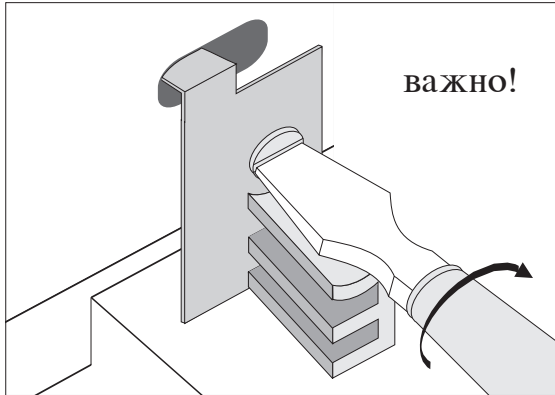

Рис. 5-9 Перекидная защелка для фиксации силового модуля
4. Установите поворотную защелку в фиксированное положение и затяните винт. Не затягивайте винт слишком сильно. См.рис. 5-9.
4. Установите поворотную защелку в фиксированное положение и затяните винт. Не затягивайте винт слишком сильно. См. рис. 5-9.